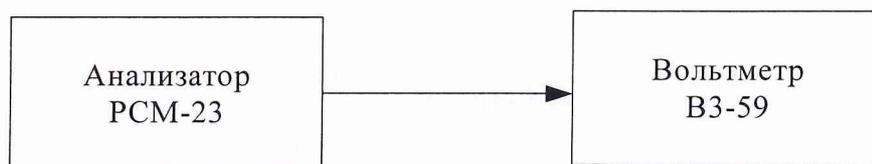

Рис.8.8
8.3.8.1. Проверка соответствия частотной характеристики выходного уровня относительно частоты 1 кГц производится с помощью вольтметра ВЗ-59 (рис.8.8).